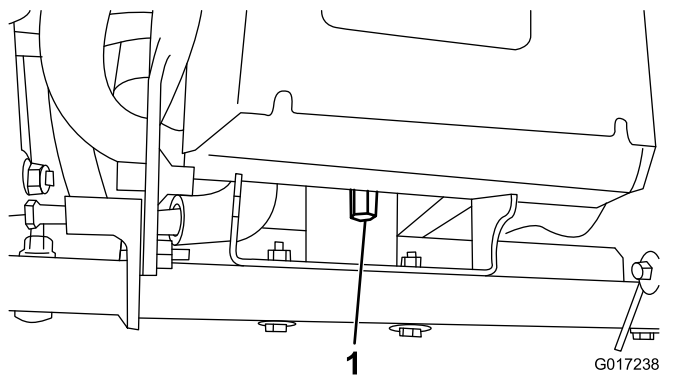

图11
4. 拧下将电池基座后部固定到机器机架上的高螺母 (图 11)。